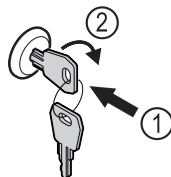

Fig. 160
- ▶ Вставьте ключ. Fig. 160 (1)
- ▶ Поверните ключ на 90° по часовой стрелке. Fig. 160 (2)